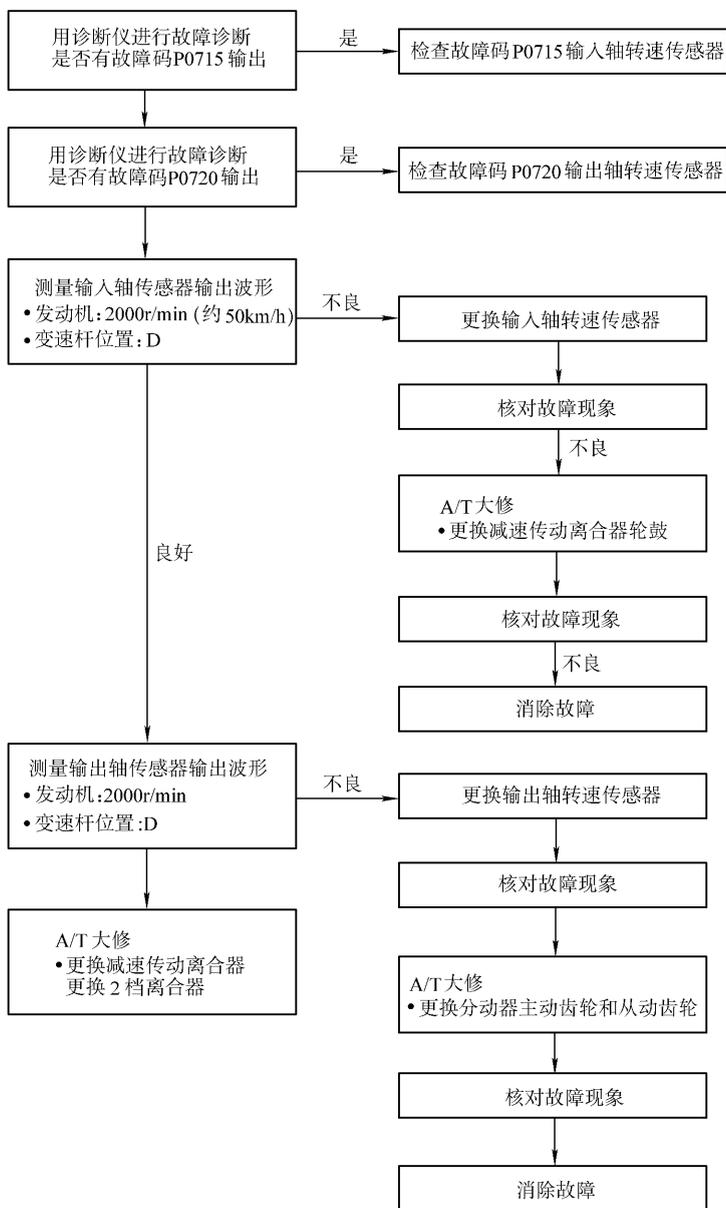

图 7-29 DTC P0732——2 档传动比不正确故障诊断流程
二档换挡完成后如果输出轴转速传感器的值乘以 2 档传动比的值不等于输入轴转速传感器的值，则输出 DTC P0732。如果 DTC P0732 出现 4 次，变速器锁在 3 档并进入失效保护模式。产生该故障的原因可能有：①输入轴转速传感器不良；②输出轴转速传感器不良；③减速传动离合器轮鼓不良；④主动齿轮或从动齿轮不良；⑤2 档制动器不良；⑥减速传动离合器不良；⑦产生干扰等。DTC P0732——2 档传动比不正确故障诊断流程如图 7-29 所示。